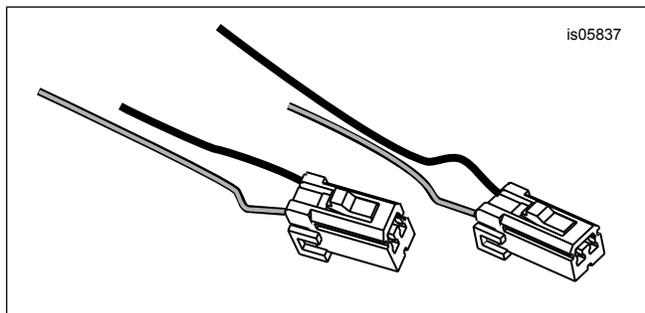

Figure 3. Extrémités de fils coupés dans le connecteur
Les fils doivent être coupés de manière qu'ils puissent traverser la nouvelle barre de feu de direction. Déposer le conduit noir pour permettre d'effectuer une épissure et échelonner les coupures comme indiqué dans Figure 3 pour que le conduit puisse être installé sur les connecteurs scellés après avoir rejoint les fils par épissure.
4. Voir Figure 3. Couper les fils noir (BK) et marron (BN) à environ 10 à 15 cm (4 à 6 pouces) de la prise femelle de feu de direction de droite [18B] en les échelonnant comme indiqué. Couper les fils noir (BK) et violet (V) de la prise femelle de feu de direction de gauche [19B] de la même façon. Conserver les extrémités de fils coupés avec les connecteurs.